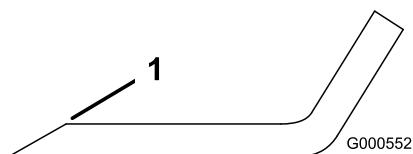
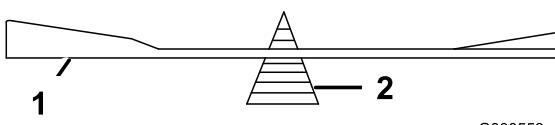

Figura 39
Figura 40
2. Verifique el equilibrio de la cuchilla colocándola sobre un equilibrador de cuchillas (Figura 40). Si la cuchilla se mantiene horizontal, está equilibrada y puede utilizarse. Si la cuchilla no está equilibrada, rebaje algo el metal en la parte de la vela solamente (Figura 39). Repita este procedimiento hasta que la cuchilla esté equilibrada.